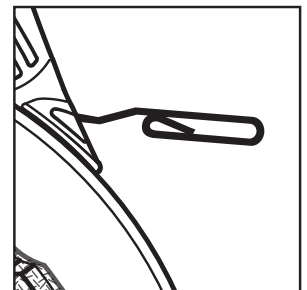

Figure 2 / Figura 2
**To form a new pulling loop at the end of the flat steel tape:** (a) Heat the tape to a dull red color with a torch, holding tape with pliers to protect your hands from the hot tape. (b) With the tape red hot, bend the end over 1/2" with another set of pliers. (c) While tape is still hot, bend the end over again 1-1/2" to create a double loop as shown in Figure 2.
**WARNING:** Never form the pulling loop into a single loop (that is, into the shape of a fish hook) or create some sharp edge that could cause the fish tape to catch on other objects or cut into the insulation of surrounding wires. The pulling loop should only be formed into a double loop as shown in Figure 2.
**Pour former un nouveau câble de traction à l'extrémité du fil en acier plat :** (a) Chauffez le fil au chalumeau jusqu'à ce qu'il devienne rouge foncé. Protégez vos mains contre la chaleur du ruban en tenant ce dernier au moyen de pinces. (b) Une fois que le ruban est chauffé au rouge, courbez l'extrémité sur 1/2 po à l'aide d'une autre paire de pinces. (c) Pendant que le ruban est toujours chaud, courbez l'extrémité une fois de plus, mais cette fois-ci sur 1 1/2 po pour créer une double boucle, comme illustré à la Figure 2.
**AVERTISSEMENT :** Ne formez jamais le câble de traction en une boucle unique (c'est-à-dire dans la forme d'un hameçon) et ne créez pas d'arête tranchante qui pourrait entraîner l'accrochage du fil de tirage sur d'autres objets ou la coupure de l'enveloppe isolante des fils avoisinants. Le câble de traction doit être formé exclusivement en une double boucle, comme illustré à la Figure 2.